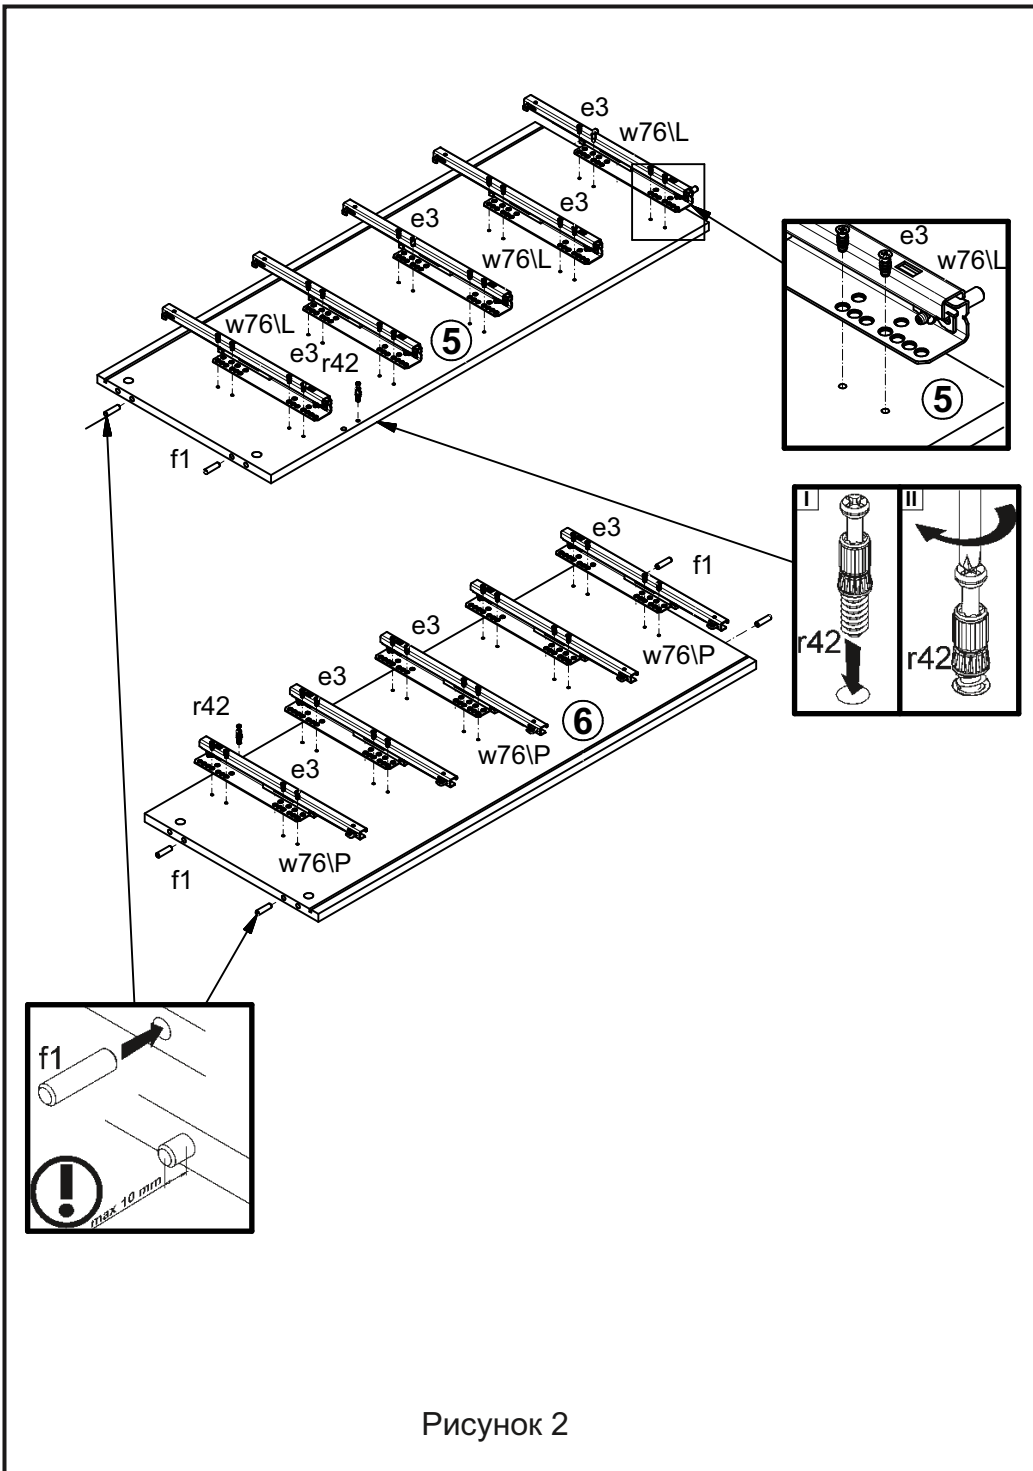
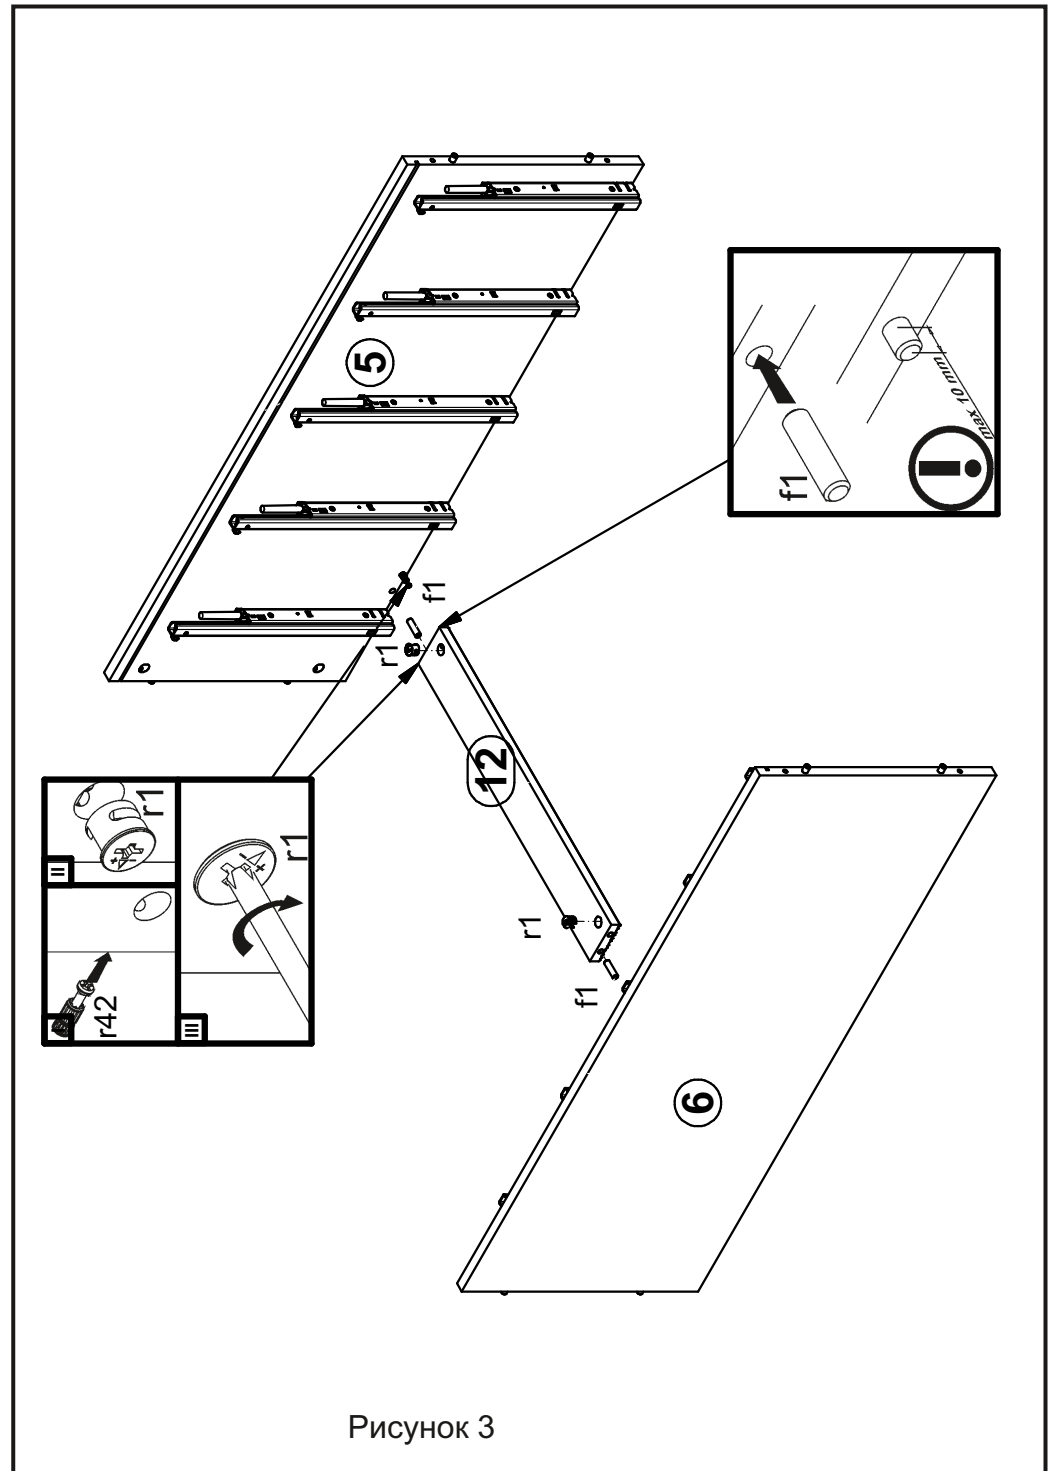
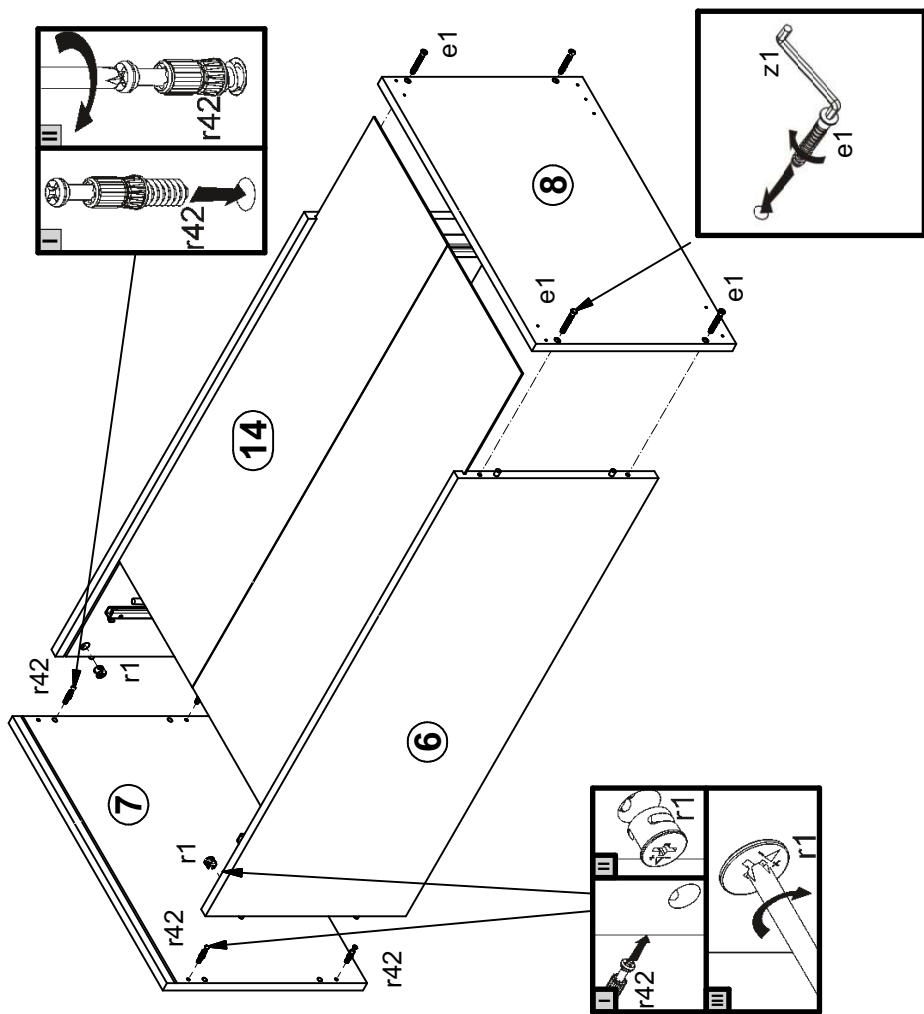

Рисунок 2
Рисунок 3
Рисунок 4
4.2 В отверстия $\varnothing 8$ мм на верхних и нижних кромках стенок боковых 5 и 6 (см. рис. 2) и в торцах планки декоративной рифленой 12 вбить деревянные шканты f1 (см. рис. 3).
4.3. В отверстия $\varnothing 4$ мм на внутренних поверхностях стенок 5,6 еврошурупами e3 закрепить по 5 комплектов направляющих w76IL и w76IP (см. рис. 2).
4.4. В отверстия $\varnothing 5$ мм на внутренних поверхностях стенок 5,6 (см. рис. 2), на нижней поверхности щита верхнего 7 (см. рис. 4) вкрутить винты стяжки r42.
4.5. В отверстия $\varnothing 15$ мм на задней поверхности планки декоративной рифленой 12 (см.рис. 3), на внутренних поверхностях стенок 5,6 (см.рис. 4) вставить стяжки эксцентриковые r1.
4.6. Соединить детали 5, 6, 12 и затянуть стяжки эксцентриковые r1, пользуясь отверткой (см. рис. 3).
4.7. Присоединить щит 7 к стенкам 5, 6 с помощью шкантов f1, затянуть стяжки эксцентриковые r1, пользуясь отверткой, вставить стенку заднюю 14 в пазы в деталях 5, 6, 7. Передние стяжки закрыть заглушками s2 (см. рис. 4).
4.8. Присоединить щит 8 к стенкам 5, 6 с помощью шкантов f1, затянуть конформаты e1 на нижней поверхности щита 8 пользуясь ключом z1 (см. рис. 4).
4.16. Закрывать передние эксцентриковые стяжки на стенках боковых 5,6 заглушками s2 (см. рис. 4).